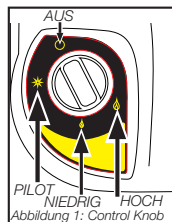

Abbildung 1: Control Knob
- Vergewissern Sie sich, dass der  Bedienungsknopf in der „AUS“-Position ist: siehe Abbildung 1.
- Den Schalter entgegen dem Uhrzeigersinn auf die „PILOT“- Position  drehen und zum Anzünden herunterdrücken; siehe Abbildung 1 und Abbildung 4.
- Nachdem die Brennfliese hell orange ist, die Heizleistung mit dem Kontrollschalter auf die gewünschte Position („NIEDRIG“  oder „HOCH“ ) einstellen. Abbildung 1.